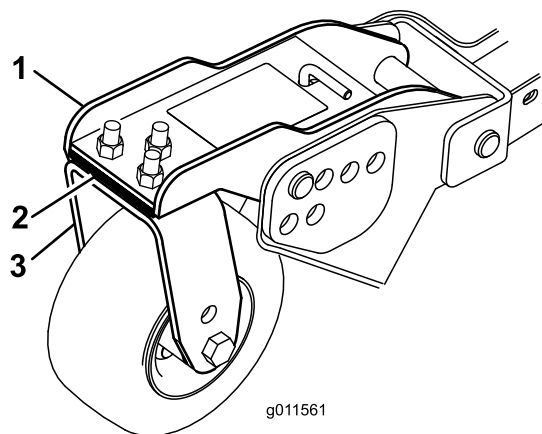

Figure 111
1. Enlevez les vis et écrous de fixation du bras de la roue pivotante à la fourche (Figure 111).